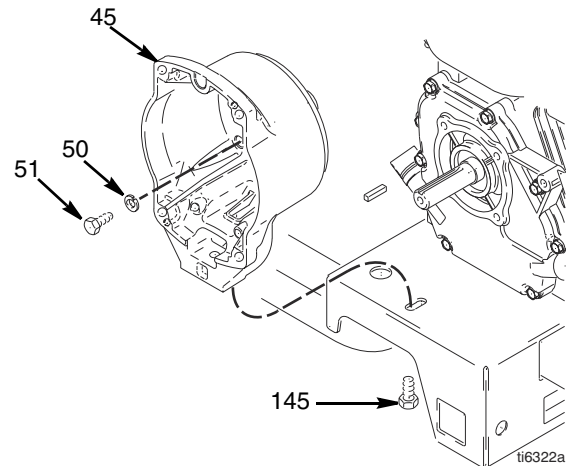

ABB. 11
3. ABB. 11. Die (+) und (-) Kupplungsstecker vom Kabelbaum unter dem Spritzgerät-Fahrgestell lösen.
2. ABB. 11. Die vier Schrauben (51) und Federringe (50), mit denen das Kupplungsgehäuse (45) am Motor befestigt ist, entfernen.
3. Die Schraube (145) von der Unterseite der Montageplatte abnehmen.
4. Das Kupplungsgehäuse (45) abziehen.
1. ABB. 11. Das Kupplungsgehäuse (45) aufdrücken.
2. Die vier Kopfschrauben (51) und Federringe (56) installieren und das Kupplungsgehäuse (45) am Motor befestigen. Mit 22,6 Nm festziehen.
3. Die Schraube (145) von der Unterseite der Montageplatte her einbauen. Mit 35,2 Nm anziehen.